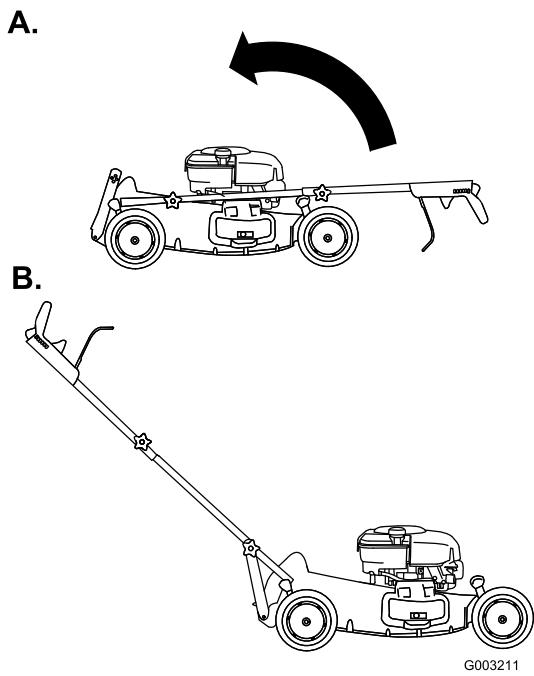

Figura 5
- Doble el manillar hacia atrás (Figura 5).